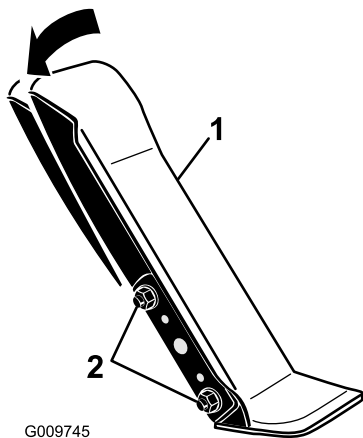

Figure 61
1. Desserrez les deux écrous et boulons qui fixent le côté gauche de la pédale de déplacement au support (Figure 61).
2. Faites pivoter la pédale à l'angle voulu puis serrez les écrous (Figure 61).